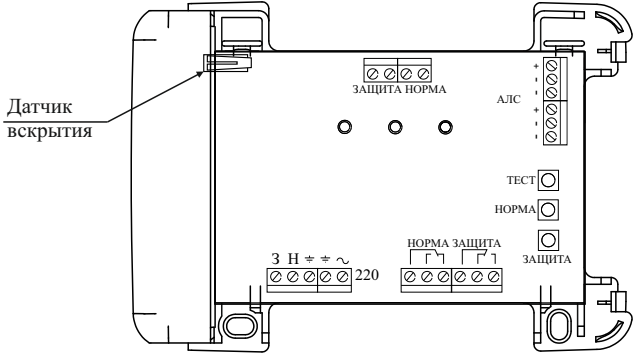

Рисунок 2
- Внутри корпуса на основании расположена плата с электронными компонентами (рисунок 2).